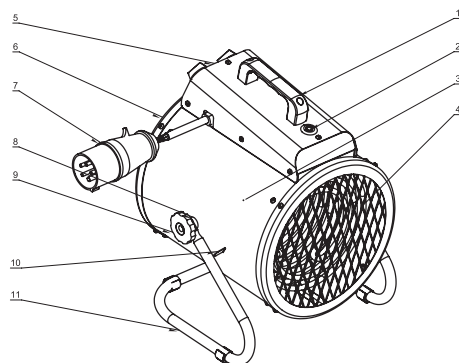

Рис. 2. Устройство прибора
Несущая конструкция тепловентилятора (см. рис.2) состоит из кожухов наружного (3) и внутреннего, изготовленных из листовой стали и имеющих цилиндрическую форму. Во внутреннем кожухе размещены вентилятор и трубчатые электронагревательные элементы. Сверху кожуха расположен корпус блока управления (2). Кожух наружный, закрыт воздухозаборной (3) и воздуховыпускной (4) решетками, винтами устанавливается на подставку (5) и имеет возможность поворота в вертикальной плоскости. Угол поворота фиксируется барашковыми винтами (6). Вентилятор затягивает воздух через отверстия воздухозаборной решетки. Воздушный поток, втянутый вентилятором в корпус, проходя между петлями трубчатых электронагревательных элементов, нагревается и подается в помещение через отверстия воздуховыпускной решетки.
Электронагревательные элементы, после срабатывания устройства аварийного отключения, автоматически не включаются. Для возврата устройства аварийного отключения в рабочее положение необходимо нажать на кнопку сброса аварийного термостата (Рис.2)